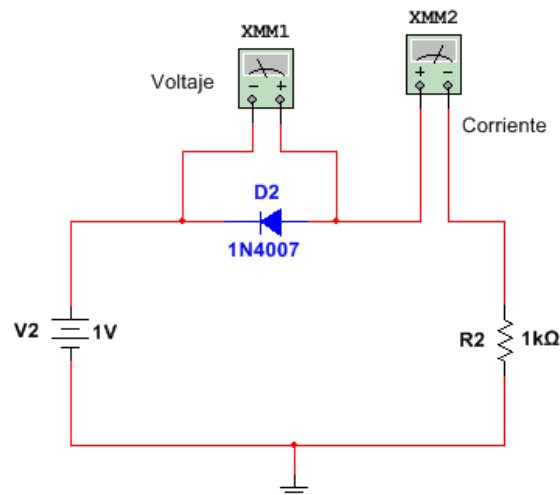

Figura 5. Circuito para la polarización inversa del diodo.
- a) Arme el circuito de la figura 5 en el simulador y tome las medidas solicitadas en la tabla 2.
- b) En el protoboard, arme el circuito de la figura 5. Antes de encender la fuente de alimentación considere lo siguiente: